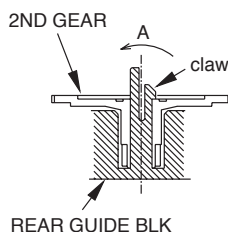
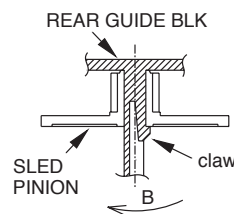

Fig. 6-3
Fig. 6-4
1. Remove the HOLDER STOPPER ⑤⑧ and STOPPER SPG ⑤⑦.
2. Press the claw of the REAR GUIDE BLK ⑫ toward A (Fig. 6-3) to remove the 2ND GEAR ⑧.
3. Remove the 1ST GEAR ⑨.
4. Press the claw of the REAR GUIDE BLK ⑫ toward B (Fig. 6-4) to remove the SLED PINION ⑦.
5. Unscrew the 2 screws ②③ and screw ②④ to remove the REAR GUIDE BLK ⑫.
6. Remove the SHAFT P/U ⑩ and SPINDLE STABILIZER ⑪.
7. Remove the P/U ASSY ⑩.
8. Unscrew the 3 screws ②② to remove the FRONT GUIDE BLK ⑬ and LOCATOR ④④.
9. Remove the 2ND WORM ①⑥ and washer ⑤② to remove the LDG ASSY BLK ⑤ and BUSH ⑥⑥.
10. Remove the SLED MOTOR ASSY ② and LDG MTR ASSY ③.
11. Remove the SW LEVER SPG ②⑩.
12. Remove the SW LEVER ⑤.
1. HOLDER STOPPER ⑤⑧、STOPPER SPG ⑤⑦ を外す。
2. REAR GUIDE BLK ⑫ のツメをA 方向 (Fig. 6-3) に押して、2ND GEAR ⑧ を外す。
3. 1ST GEAR ⑨ を外す。
4. REAR GUIDE BLK ⑫ のツメをB 方向 (Fig. 6-4) に押して、SLED PINION ⑦ を外す。
5. ネジ ②③ 2本とネジ ②④ 1本を外し、REAR GUIDE BLK ⑫ を外す。
6. SHAFT P/U ⑩、SPINDLE STABILIZER ⑪ を外す。
7. P/U ASSY ⑩ を外す。
8. ネジ ②② 3本を外し、FRONT GUIDE BLK ⑬ と LOCATOR ④④ を外す。
9. 2ND WORM y、ワッシャーW を外し、LDG ASSY BLK ⑤ とBUSH H を外す。
10. SLED MOTOR ASSY ② とLDG MTR ASSY ③ を外す。
11. SW LEVER SPG ②⑩ を外す。
12. SW LEVER ⑤ を外す。